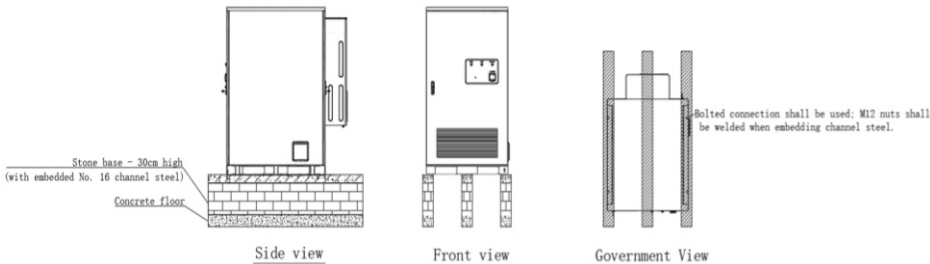

Figure 6-3 – Schéma de fixation pour l' installation du système de stockage d' énergie(La mise en œuvre réelle dépend des conditions du projet)
2. Après l' achèvement de l' opération de levage, fixez le fond de l' armoire intégrée avec des vis M12 (couple recommandé: 40 N·m) conformément aux spécifications du projet.Comme illustré dans la Figure 6-3 :